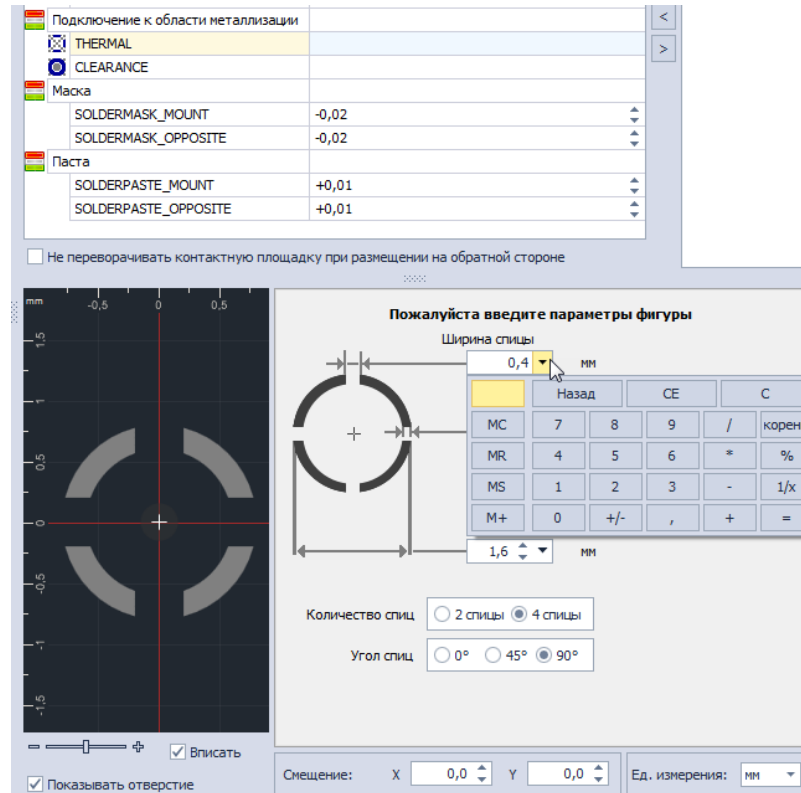

Рис. 67 Задание параметров термобарьера
4. Задать параметры фигуры термобарьера в области параметров фигуры, см. Рис. 67.